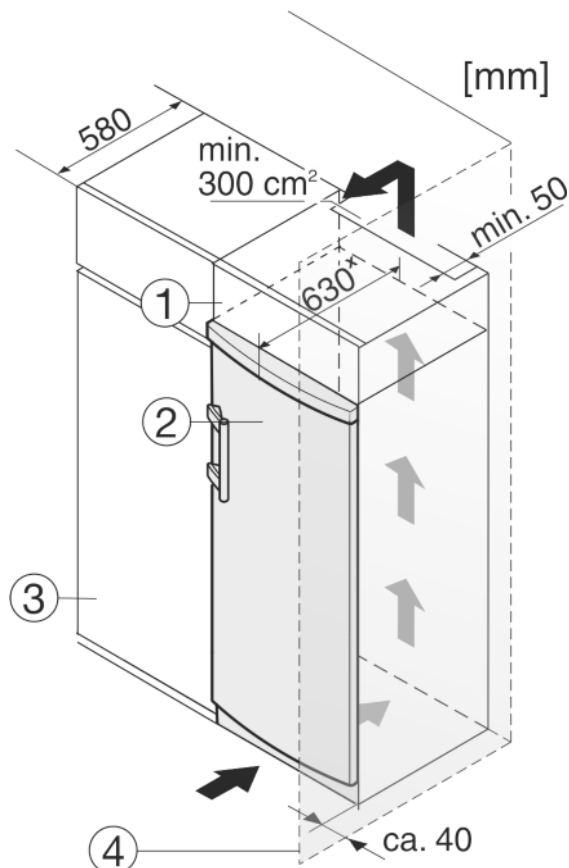

Fig. 9
Zariadenie môže byť vstavané do kuchynského zariadenia. Aby sa zariadenie Fig. 9 (2) prispôbilo výške kuchynskej linky, môže sa nad zariadením umiestniť príslušná nadstavná skrinka Fig. 9 (1).
Pri vstavaní s kuchynskými skriňami (hĺbka max. 580 mm) je možné zariadenie inštalovať priamo vedľa kuchynskej skrine Fig. 9 (3). Zariadenie vyčnieva nabok 34 mm\* a v strede zariadenia 50 mm\* oproti prednej časti kuchynskej skrine.
Ak je zariadenie umiestnené so závesmi vedľa steny Fig. 9 (4), musí vzdialenosť medzi zariadením a stenou činiť minimálne 40 mm. To zodpovedá presahu držadla pri otvorených dverách.